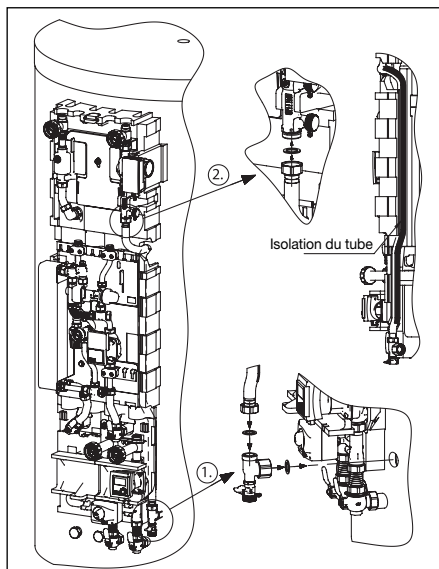

Fig. 20 Montage du tube annelé métallique retour solaire
- Visser le robinet à tournant sphérique G 1 au ballon d'eau chaude (fig. 20 point 1) et le raccorder au retour solaire avec le tube annelé métallique cintré G 1 d'une longueur maximale de L = 1150 mm (point 2).